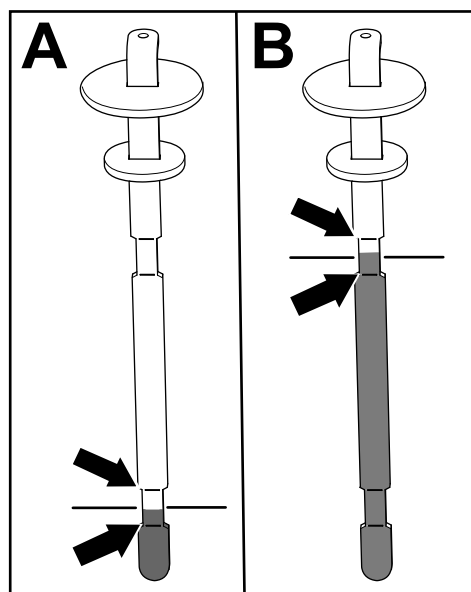

Figure 84
5. Ressortez la jauge et vérifiez le niveau de liquide (Figure 84).
- Si l'unité de coupe est montée sur la machine : le niveau de liquide hydraulique est correct quand il se situe entre les 2 repères inférieurs sur la jauge (A de la Figure 84). Il est également acceptable que le niveau de liquide dépasse les repères inférieurs.
- Si le kit flexible d'accessoire à entraînement hydraulique est monté sur la machine : le niveau de liquide hydraulique est correct quand il se situe entre les 2 repères supérieurs sur la jauge (B de la Figure 84).